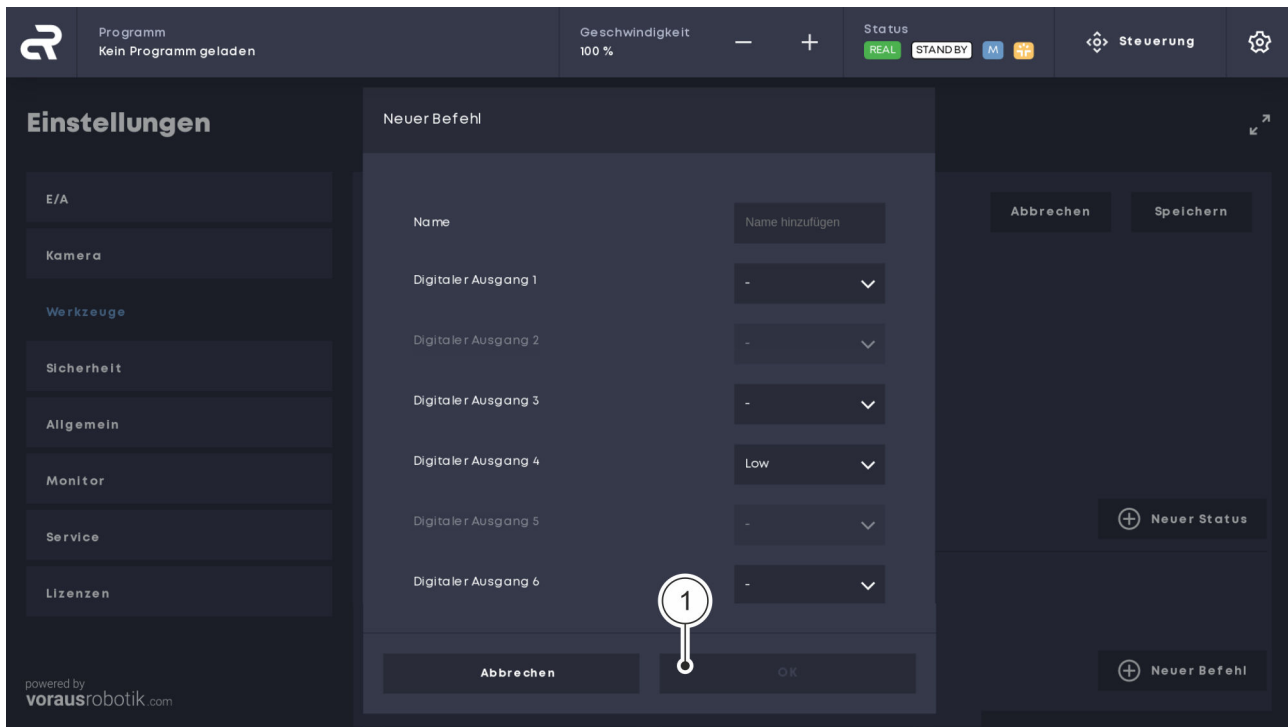

Abb. 24 Befehl definieren
10. Im Menü „*Neuer Befehl*“ die Zustände der Digitalausgänge gemäß den betreiberseitigen Vorgaben definieren und mit „*OK*“ bestätigen Abb. 24 / ①.